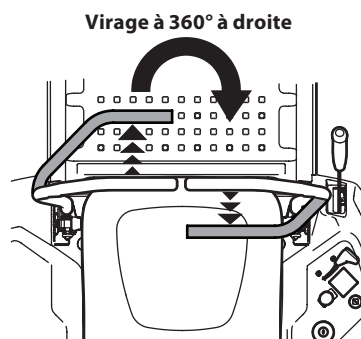

Figure 34
2. Pour tourner à droite, poussez la barre de conduite gauche vers l'avant et tirez la barre de conduite droite vers l'arrière. Voir Figure 34.